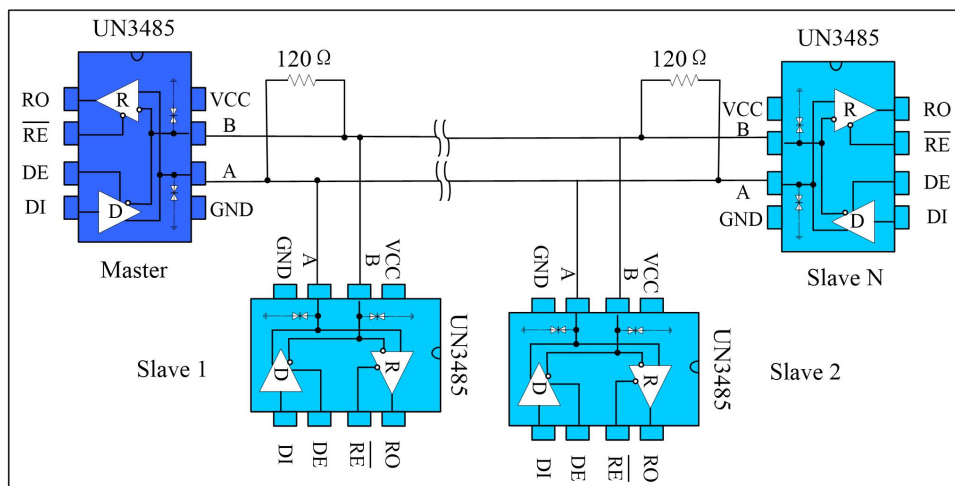

图 11 典型的 RS485 半双工通讯网络
5.1 总线式组网: UN3485 RS485 收发器设计用于多点总线传输线上的双向数据通信。图 11 显示了典型网络应用电路。这些器件也能用作电缆长于 4000 英尺的线性转发器, 为减小反射, 应当在传输线两端以其特性阻抗进行终端匹配, 主干线以外的分支连线长度应尽可能短。